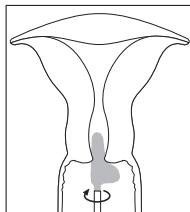

Fig. 2
4. Mens du holder vattpinnen i denne posisjonen, roter vattpinnen tre ganger mot urviseren og tre ganger med urviseren, mens du sikrer at den lange delen av «L-en» er i kontakt med livmorhalsen, og den korte delen av «L-en» roterer rundt ectocervix. Se Fig. 2